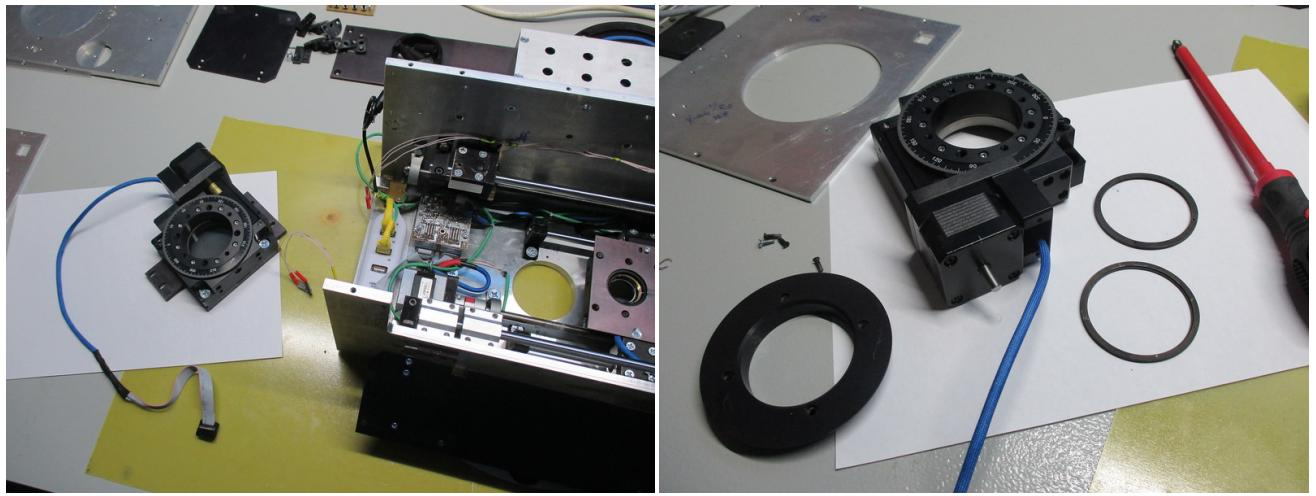

Рис. 20: Отсоединение платформы анализатора поляризации.
**7.** Отключить от контроллера анализатора поляризации шлейфы двигателей ротатора и линейного транслятора. Раскрутить винты, крепящие платформу анализатора поляризации к линейному транслятору (рис. 20 слева). Отделить ротатор анализатора поляризации от платформы. На задней стороне ротатора раскрутить винты, удерживающие накладку поляроида. Извлечь поляроид.